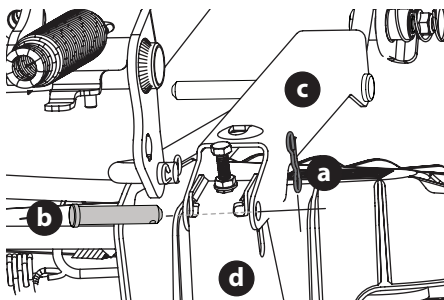

Figure 44
- a. Retirez les deux goupilles papillon (a) des axes de chape (b) qui fixent les supports du bras de levage (c) aux supports de levage du plateau arrière (d) sur le plateau. Retirez les axes de chape (b) (Figure 44).